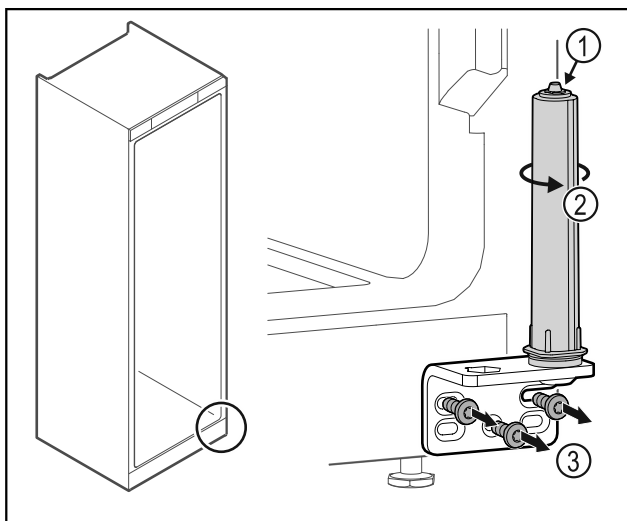

Fig. 29
- Ikke ta fra hverandre dørlukkesystemet Fig. 29 (1).
- Drei på lukkesystemet Fig. 29 (2) til det sier klikk.
- Skru av hengselvinkelen Fig. 29 (3).